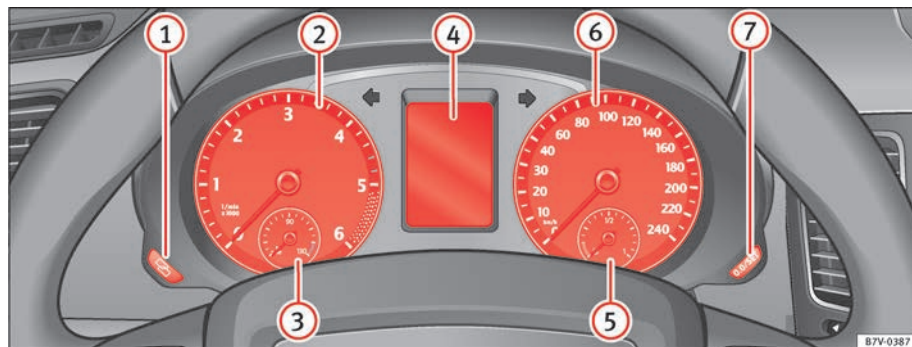

Fig. 35 Cuadro de instrumentos, en el tablero de instrumentos.
Explicaciones sobre los instrumentos ⇒ fig. 35:
En la pantalla del cuadro de instrumentos ⇒ fig. 35 ④ puede visualizarse información diversa, en función del equipamiento del vehículo:
La indicación de la inspección aparece en la pantalla del cuadro de instrumentos ⇒ **fig. 35 ④**.